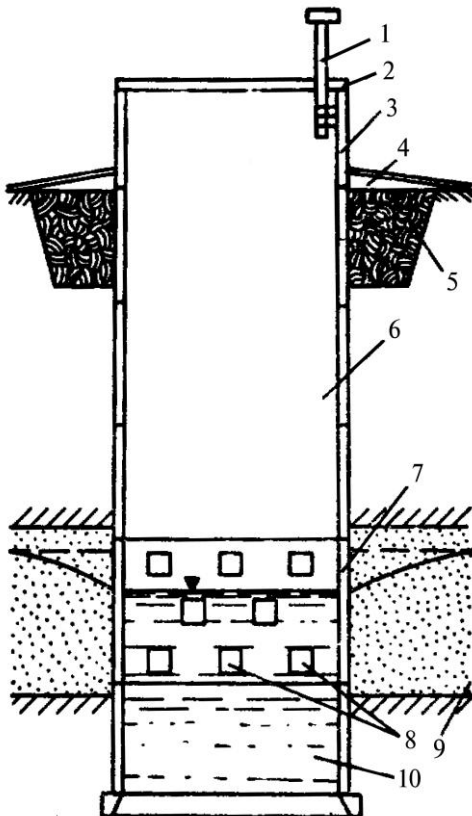

Рис. 11. Схема шахтного колодязя:
Складається шахтний колодязь з водоприймальної частини 7, ствола 6 і надземної частини (оголовка) 3 (рис. 11). Часто для створення запасів води і її відстоювання він може мати водозбірну чи відстійну частину, вентиляційну трубу (1), яка виводиться над поверхнею землі не менше ніж на 2 метри.